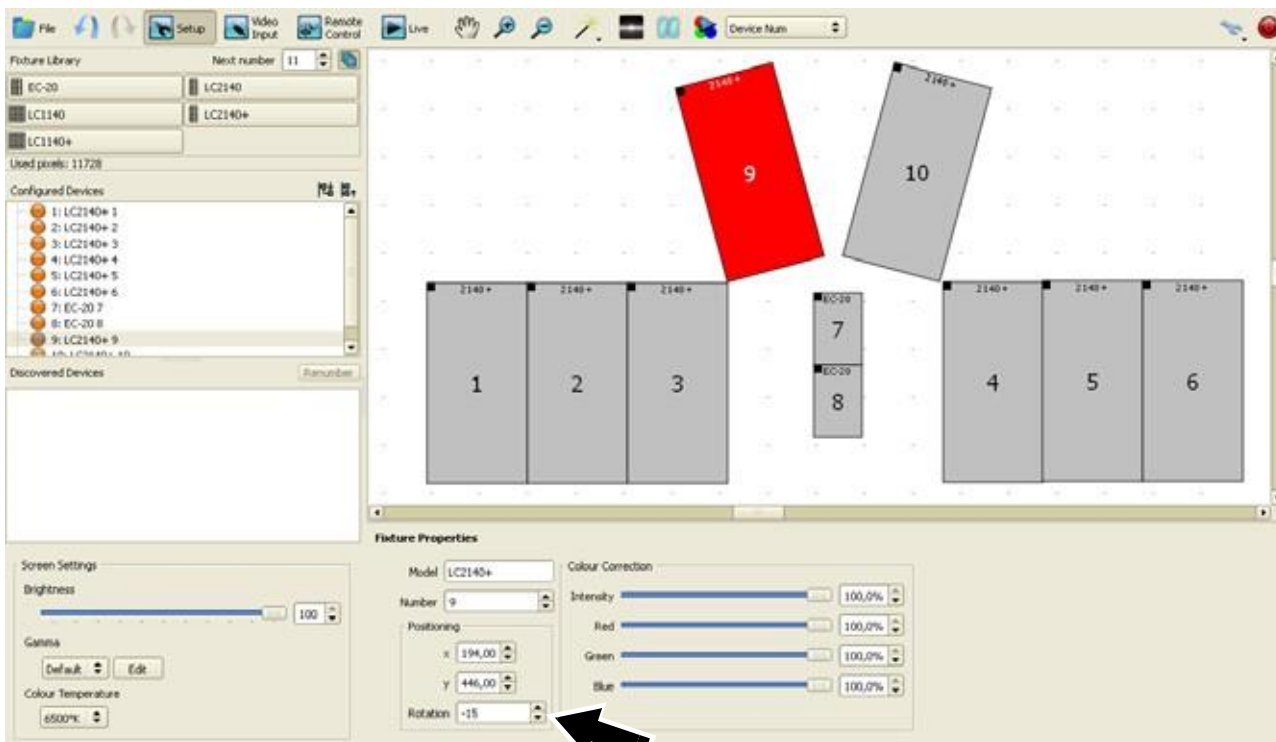

Рисунок 14: Поворот панели в Setup
11. См. рисунок 14. Теперь можно более точно настроить положение панелей на рабочей области, до тех пор, пока рисунок расположения панелей в экранной установке не будет полностью соответствовать фактической установке.